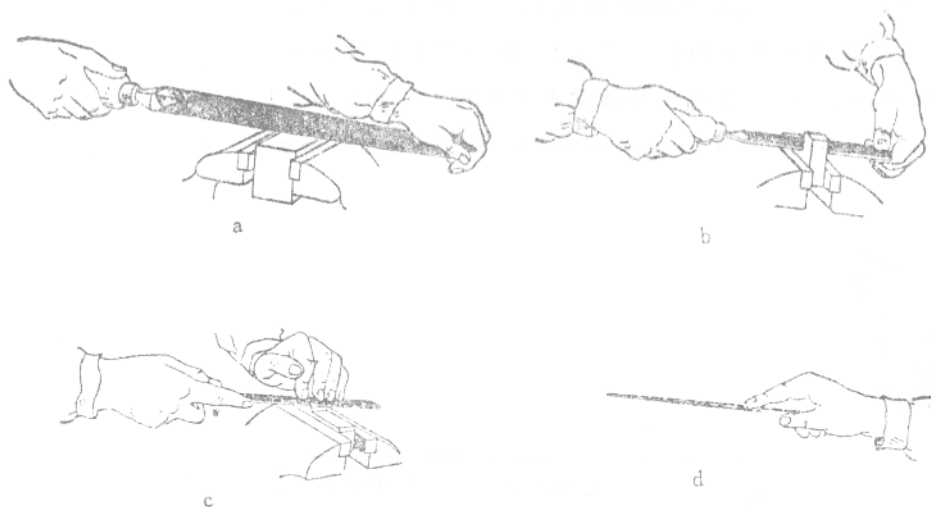

图 1—19 锉刀的握法
1. 大锉刀的握法:将锉刀柄握在右手中心,大拇指放在锉刀柄上面,其余四指握住锉刀柄。左手拇指根部压住锉刀前端,中指和无名指抵住锉刀头部的下边,如图 1—19a 所示。
2. 中锉刀的握法:右手握法与大锉刀相同。左手拇指、食指和中指握住锉刀前端,如图 1—19b 所示。
3. 小锉刀的握法:右手握法与大锉刀基本相似,只是食指抵住锉刀的右边。左手的四指均压在锉刀的中央,如图 1—19c 所示。
4. 小什锦锉刀的握法:因锉刀较小,可用一只手拿住,拇指和中指捏住两侧,食指伸直压住锉刀上面,其余两指握住锉柄,如图 1—19d 所示。